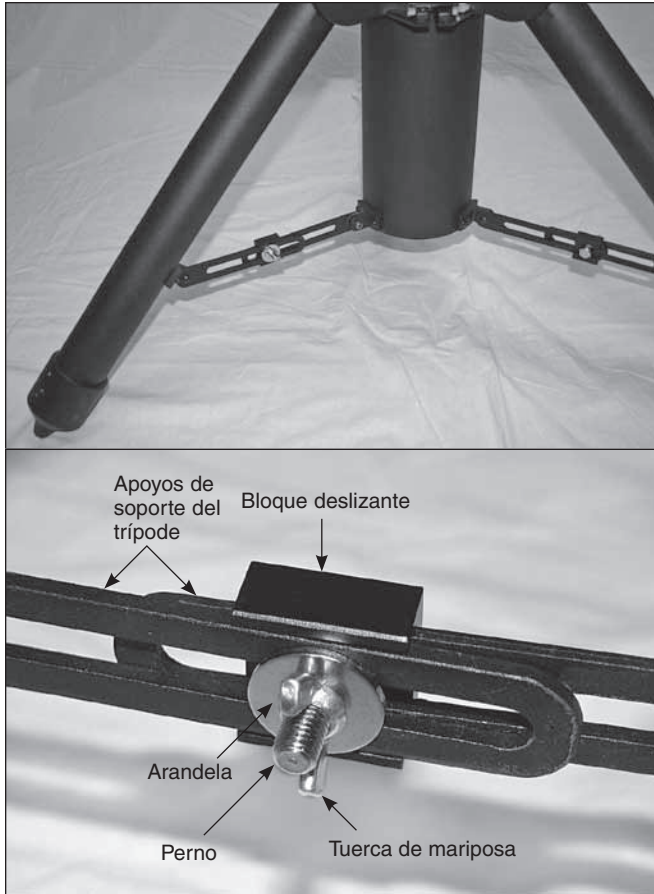

Figura 6. Sujete los apoyos de soporte del trípode con las piezas incluidas tal como se muestra.
5. Sujete los tres apoyos de soporte del trípode con los bloques deslizantes y las piezas asociadas, como se muestra en la **figura 6**. Apriete las tuercas de mariposa.